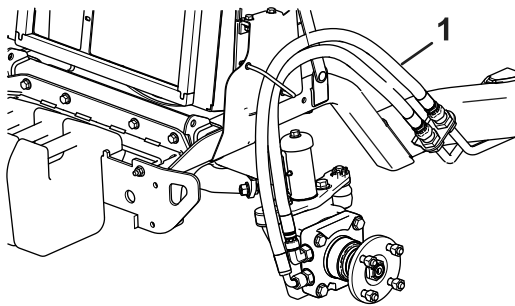

Figuur 7
12. Maak de bouten aan de zijkant van de radiator los (Figuur 7).
13. Schuif de beugel van het koelerscherm onder de boutkoppen op de radiator en de bumperbeugel (Figuur 7).